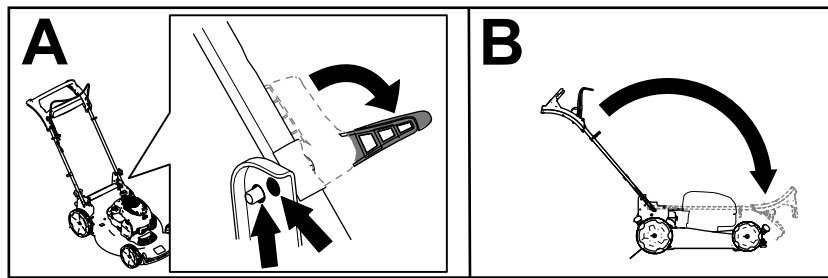

Figura 17
2. Abra las palancas de bloqueo del manillar hasta que pueda mover libremente la sección superior del manillar (Figura 17, A).
3. Pliegue el manillar hacia adelante del todo (Figura 17, B).